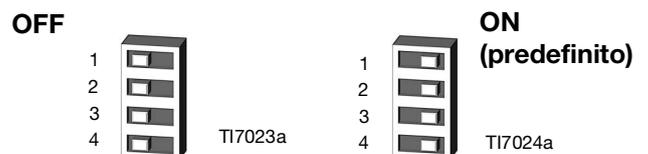

Fig. 10 Impostazioni del DIP switch (SW2)
2. Impostare i quattro DIP switch sulle posizioni desiderate. Vedere FIG. 10, pagina 29 e TABELLA 5, pagina 30.